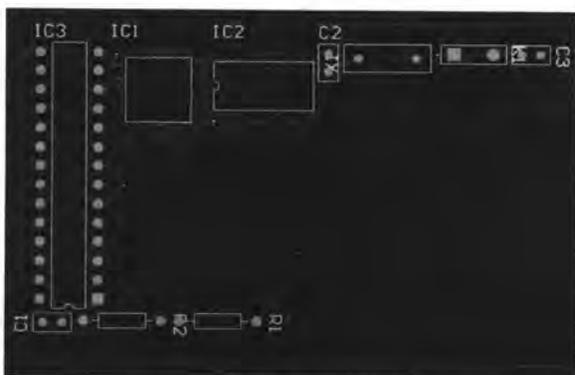

图 9-19 删除 Room 空间
- [6] 执行【编辑】/【删除】命令，将 Room 空间“MCU Circuit”删除，如图 9-19 所示，以便于后续的元器件调整。